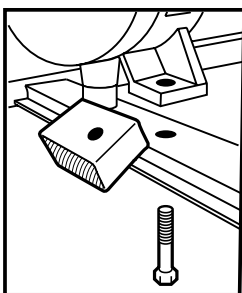

Figure 1
- Retirer le bloc de transport sous la tête de la génératrice en dévissant le boulon et en enlevant le bloc en bois. Il est très important de retirer le bloc avant de mettre la génératrice en marche. Voir la figure 1.